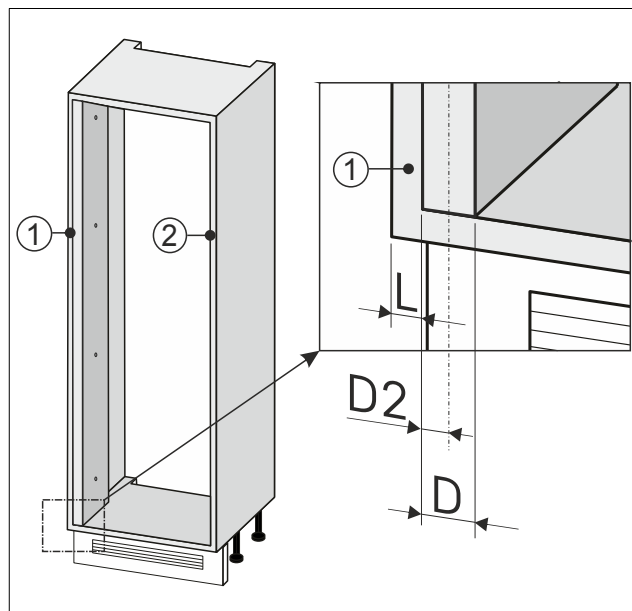

Fig. 89
- Notera halva bredden Fig. 89 (D2) på väggutjämnningen.